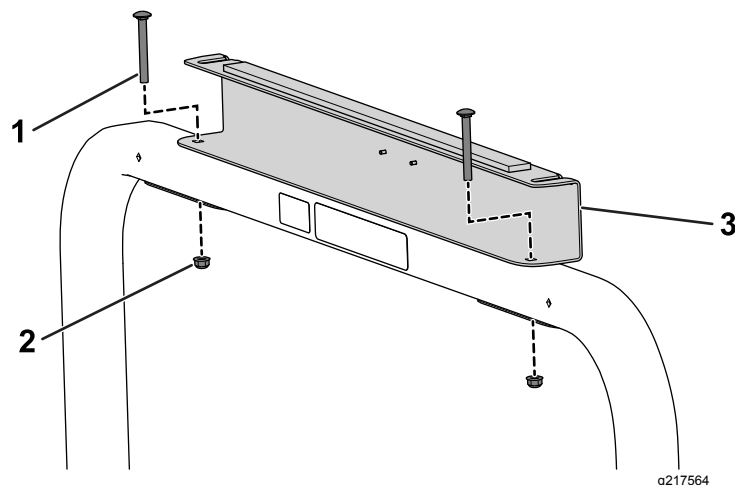

図 27
5. キャリッジボルト5/16 x 2 3/4 インチ2本とフランジナット5/16 インチを使って、日よけの後サポートと後スクリーンを ROPS に固定する図 27。